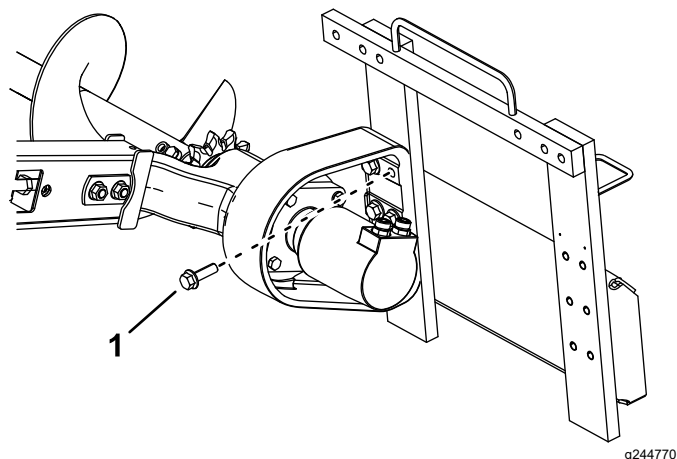

図 9
5. 先ほど外した 6 本のボルトで、ヘッドをフレームに取り付ける 図 9。